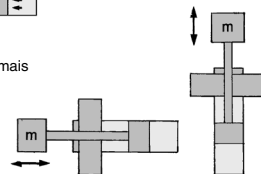

Fig. 2 $h = 0,5$ ou menos
- 2) Usando o cilindro para operação dinâmica: índice de carga $\gamma = 0,5$ (Fig. 2)